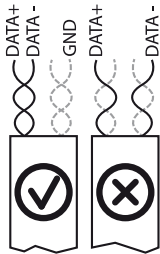

Bild 13: Adernverdrillung
- Beim Anschluss von DATA+ und DATA- Adernverdrillung beachten (siehe Bild 13).